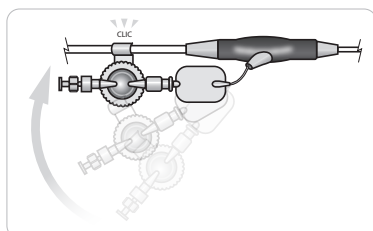

Figura 4.5
6. Fije a presión la abrazadera de purga (situada en el depósito de presión del brazo lateral transparente) al cable conector, como se muestra en la Figura 4.5.